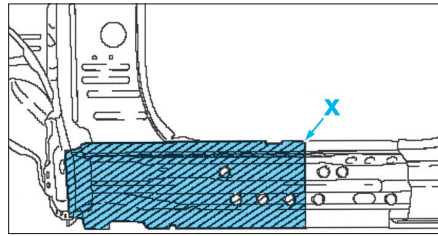

FIG. 54
• Déposer le renfort (X) en tenant compte de la longueur de la pièce neuve (Fig.54).